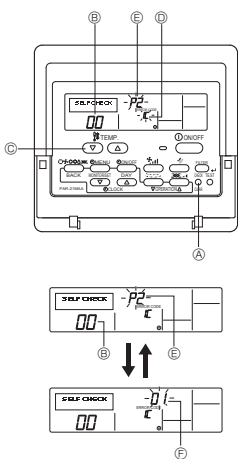

Fig. 7-3
7.3.1. สำหรับรีโมทคอนโทรลแบบมีสาย (Fig. 7-3)
- ① เปิดสวิตช์
- ② กดปุ่ม [CHECK] สองครั้ง
- ③ ใช้ปุ่ม [TEMP] ตั้งค่าสารทำความเย็นหากใช้การควบคุมระบบ
- ④ กดปุ่ม [ON/OFF] เพื่อปิดการตรวจสอบตัวเอง
④ A ปุ่ม CHECK ④ F ตำแหน่งเครื่อง
④ B ค่าสารทำความเย็น
④ C ปุ่ม TEMP
④ D IC: เครื่องปรับอากาศภายใน
④ E OC: เครื่องปรับอากาศภายนอก
④ E รหัสเซ็ค